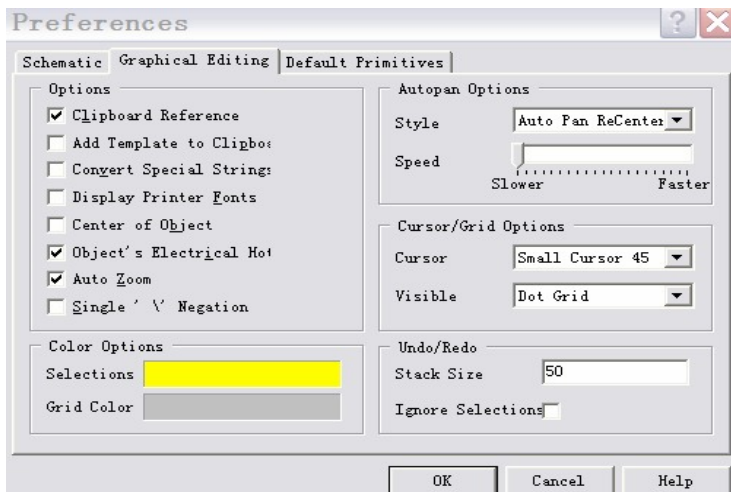

图 2-2 光标、栅格设置对话框
(1) 在原理图设计环境中, 执行菜单命令 Tools\Preferences, 在弹出的窗口中选择 Graphical Editing 页面, 然后在该页面 Cursor/Grid Options 区域的 Cursor 下拉列表框中选择 Small Cursor 45, 在 Visible 下拉列表框中选择 Dot Grid, 如图 2-2 所示。
(2) 设置光标移动: 在 Graphical Editing 页面 Autopan Options 区域的 Style 下拉列表框中选择 Auto Pan ReCenter, 如图 2-2 所示。